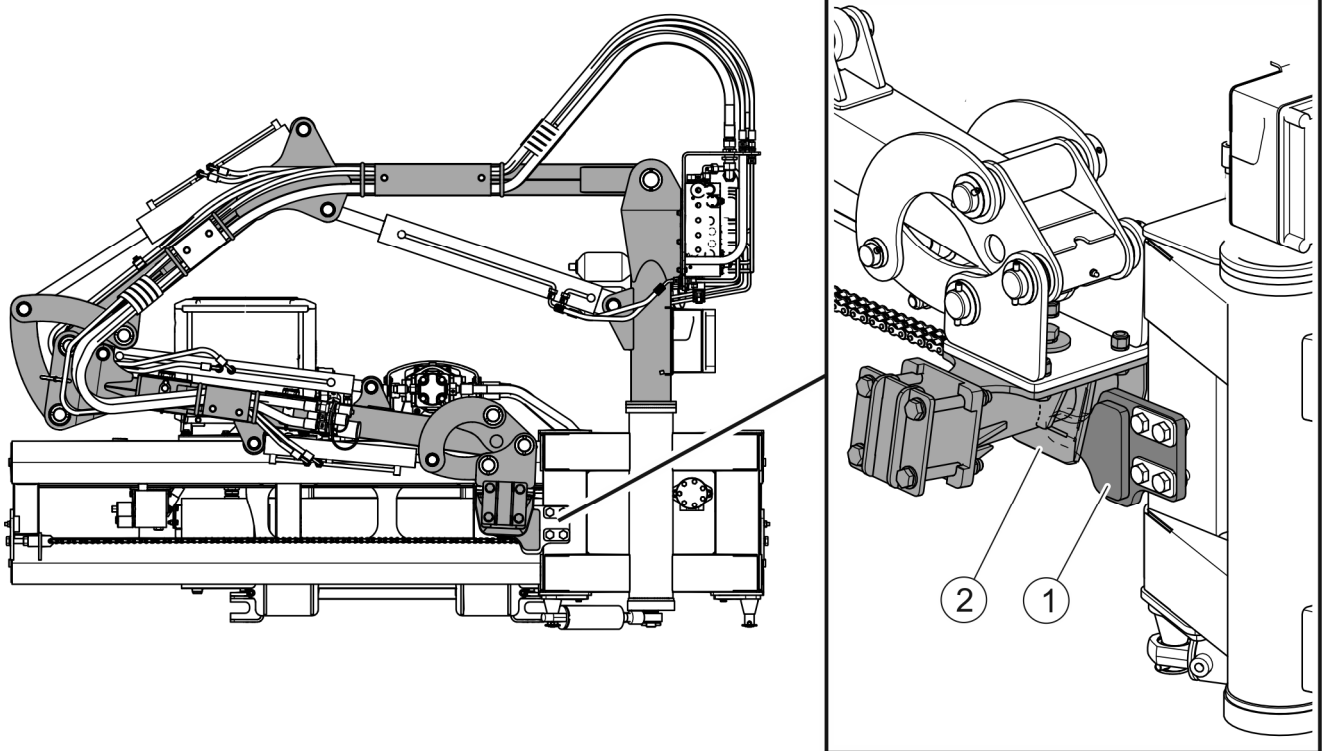

FIGURE 4.9 Position de transport de la flèche multifonction
(1)- crochet de tête ; (2)- connexion de la tête de travail
Pour le transport aller-retour vers le lieu de travail, les bras de flèche doivent être réglés en position de transport (FIGURE 4.9) de manière à ce que la largeur de la flèche soit minimale et que la hauteur mesurée à partir de la surface de la route ne dépasse pas la hauteur autorisée (4 mètres) prévue dans réglementation de la circulation routière. Dans cette position, la connexion de la tête de travail (2) est montée sur le crochet de tête (1).